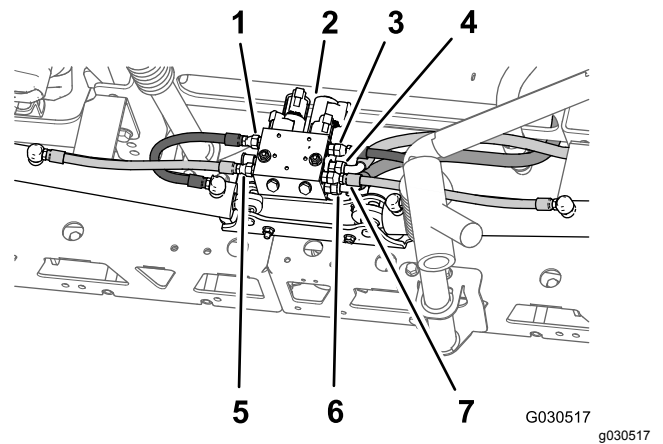

Figura 62
2. Nella parte posteriore della macchina, rimuovete i flessibili idraulici tra il collettore di sollevamento delle barre e il cilindro idraulico (Figura 62).